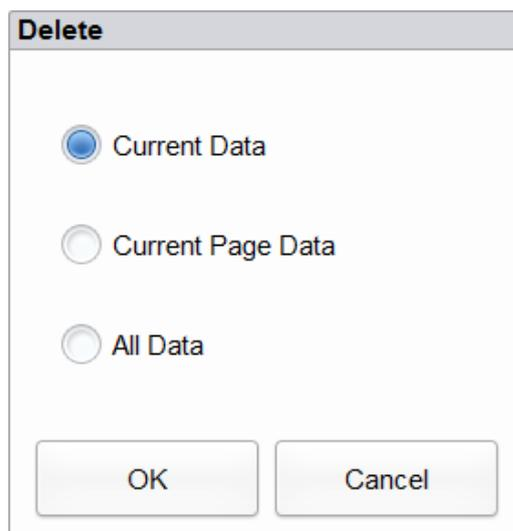

Рис. 9-16 Удаление текущих результатов КК (из графика КК)
- б. Выберите **Current Data** (Текущий результат) в диалоговом окне, как показано на Рис. 9-16: